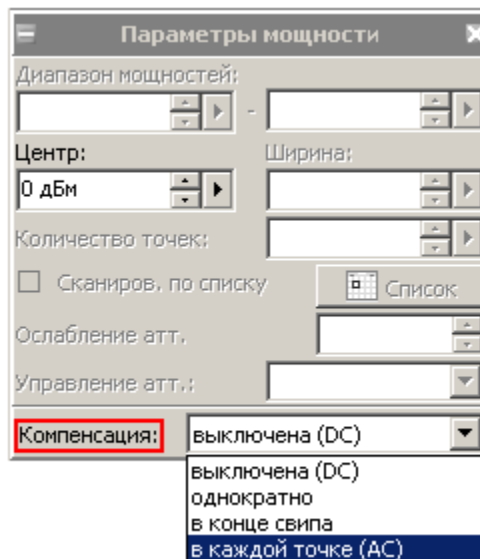

Рисунок 6 – Выбор режима компенсации
7.3.12 Поочередно устанавливая уровень выходной мощности 15, 0, и минус 10 дБм, измерить и запомнить результаты в следующей последовательности: установить уровень мощности, произвести автомасштаб, запомнить результат. Запомненные результаты должны отображаться в качестве трасс памяти. Все измерения проводить при компенсации «В каждой точке (АС)» (рисунок 6).
7.4.3 В ПО нажать кнопку «Восстановить начальные параметры». Установить значение фиксированной частоты 10 МГц (количество точек 1) и уровень выходной мощности 0 дБм, режим компенсации «Выключена (DC)» (рисунок 6). Кнопка «СВЧ» на передней панели P2M–04A должна быть нажата. Начать процесс измерений.
7.5.3 Кнопка «СВЧ» на передней панели P2M–04A должна быть нажата. Начать процесс измерений. Установить режим компенсации «Выключена (DC)» (рисунок 6).
7.5.26 Запустить процесс измерений в ПО. Установить режим компенсации «Выключена (DC)» (рисунок 6).